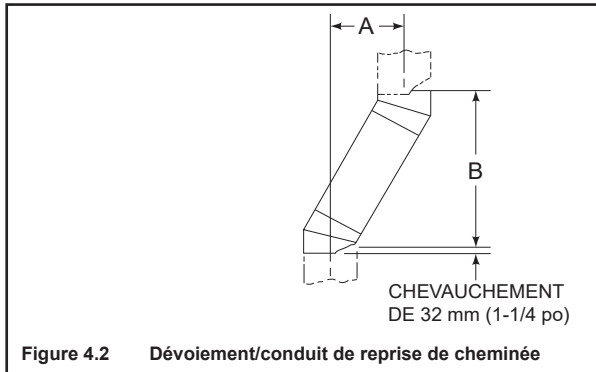

Figure 4.2 Dévoiement/conduit de reprise de cheminée
- Mesurez l'écart nécessaire pour éviter l'obstruction suspendue. Reportez-vous à la dimension A, à la figure 4.2.
Votre dimension « A » de la figure 4.2 est de 368 mm (14 1/2 po). En utilisant le tableau 4.3, la dimension la plus proche de, mais pas inférieure à, 368 mm (14-1/2 po) est 400 mm (15-3/4 po) en utilisant un dévoiement/conduit de reprise de 30°.